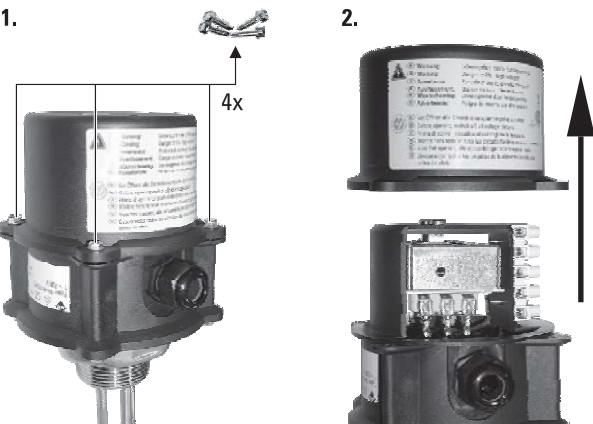

Figura 4-19 Smontaggio del coperchio del booster-heater (EHS)
- Svitare completamente le viti del cappello del booster-heater (EHS) e togliere il cappello (Figura 4-19).